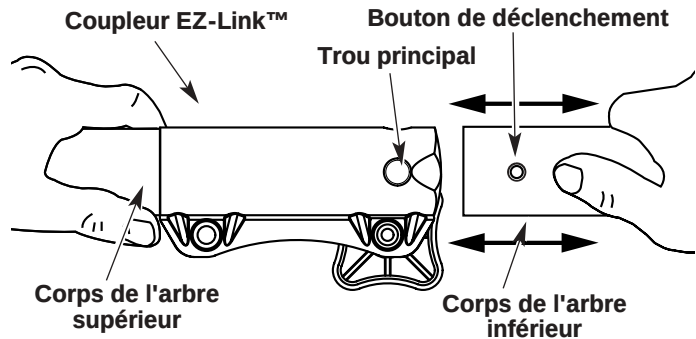

Fig. 24
2. Tenez fermement l'accessoire et enfoncez-le tout droit dans le coupleur EZ-Link™ (Fig. 24).